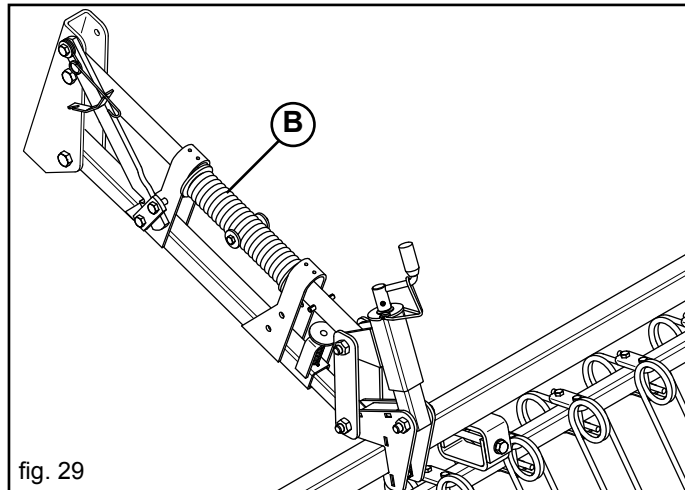

fig. 29
Pour modifier la pression de travail des dents à ressort de la herse recouvre-graines, faire tourner le ressort (B) placé sur le bras parallèle supérieur (Fig. 29).